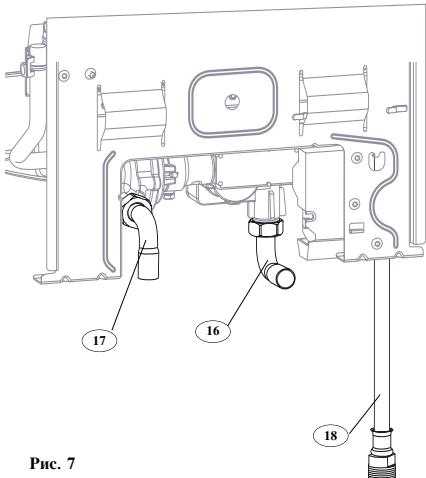

Рис. 7
Подключение природного газа (рис. 7):
Подключение газа бутана - пропана (рис. 7):
Подключение холодной воды (рис. 7):
- Одна изогнутая трубка ⑰ 14 x 0,75
Подключение горячей воды с помощью дюритового шланга, ⑱ (рис. 7), установленного на аппарате.
- Закройте кран подачи холодной воды (17) (рис. 7).